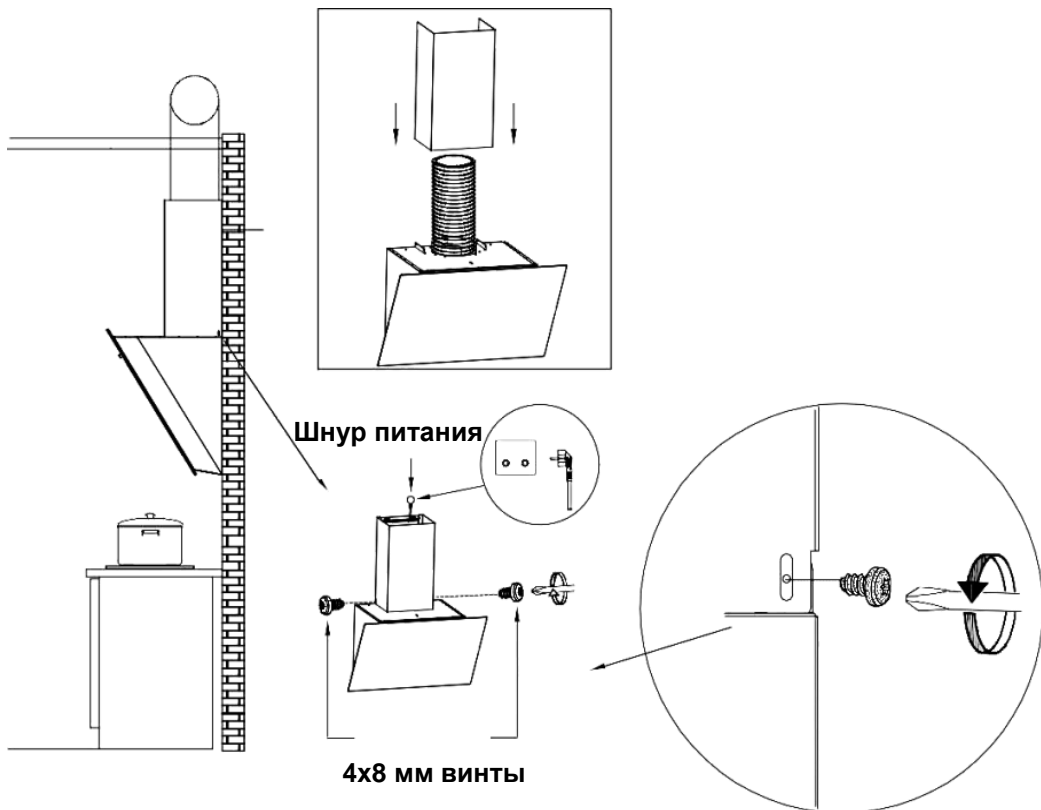

Рисунок 13
12. Вставьте нижнюю часть декоративного дымохода в корпус вытяжки и закрепите ее двумя винтами 4x8 мм (шнур питания должен проходить через декоративный дымоход и подключаться к розетке) (см. рисунок 13)